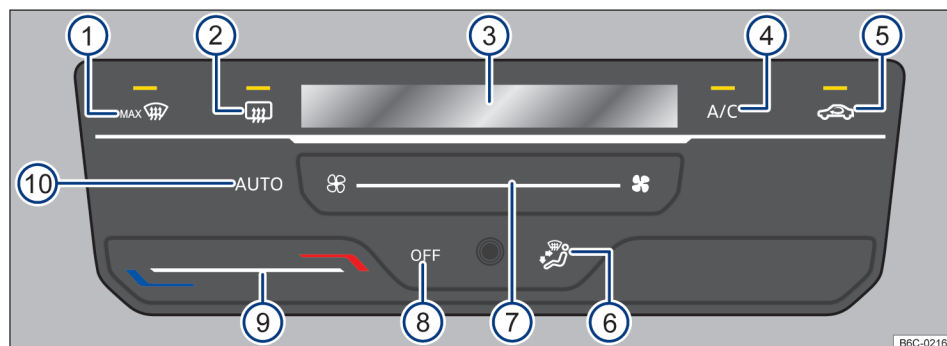
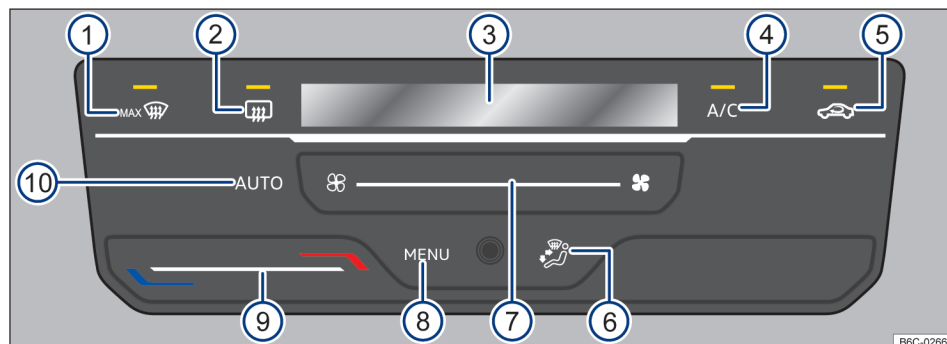

Fig. 82 Mandos del Climatronic (variación 1).
Fig. 83 Mandos del Climatronic (variación 2)
- Tocar el botón de función **OFF** / → fig. 82 ⑧
- O Deslizar el dedo hacia la izquierda bajo el botón de función → fig. 83 ⑦, después presionar la tecla [⊗] de la extremidad izquierda.
Tocando la superficie funcional **AUTO** → fig. 82 ⑩ se puede encender el modo automático del Climatronic.
ción se cambia manualmente → fig. 82 o → fig. 83 ⑦ oo cambiando la distribución del aire a través de la superficie de función → fig. 82 o → fig. 83 ⑥.
- Tocar el botón de función **A/C** → fig. 82 o → fig. 83 ④ para conectar y desconectar el funcionamiento de la refrigeración.
- Deslizar el dedo bajo el botón de función → fig. 82 o → fig. 83 ⑨.
En la pantalla del Climatronic → fig. 82 o → fig. 83 ③ se indica la temperatura ajustada. ▶
- Deslizar el dedo bajo el botón de función → fig. 82 → fig. 83 ⑦.
- Tocar el botón de función  → fig. 82 o → fig. 83 ⑤.
- Tocar el botón de función → fig. 82 o → fig. 83 ⑥ para la ubicación deseada, la distribución seleccionada se indicará en la pantalla ③.
- Tocar el botón de función  → fig. 82 o → fig. 83 ①.
- Tocar el botón de función  → fig. 82 o → fig. 83 ②.
Para vehículos con el VW Play, presionar **MENÚ** → fig. 83 ⑧, para abrir el menú del aire acondicionado en la radio.